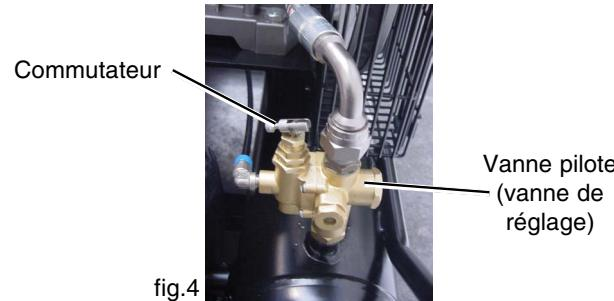

fig.4
- Lorsque le commutateur est en position verticale, tout l'air sort du compresseur par le silencieux d'évacuation (fig.4). Ce système offre une fonction de démarrage simple. Pour un fonctionnement normal le commutateur se trouve à 90°.